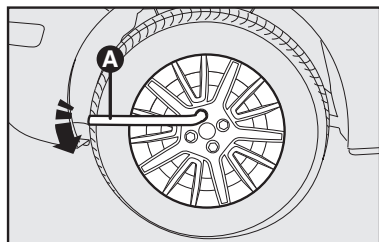

fig. 5
- Afloje una vuelta aproximadamente los tornillos de fijación de la rueda que va a cambiar **A-fig. 5**.